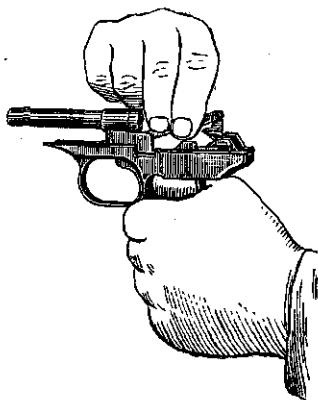

Рис. 14. Отделение спусковой тяги с рычагом взвода от рамки
5) **Отделить спусковую тягу с рычагом взвода от рамки.** Удерживая рамку в левой руке, правой рукой приподнять задний конец спусковой тяги (рис. 14) и вывести цапфу из отверстия спускового крючка.